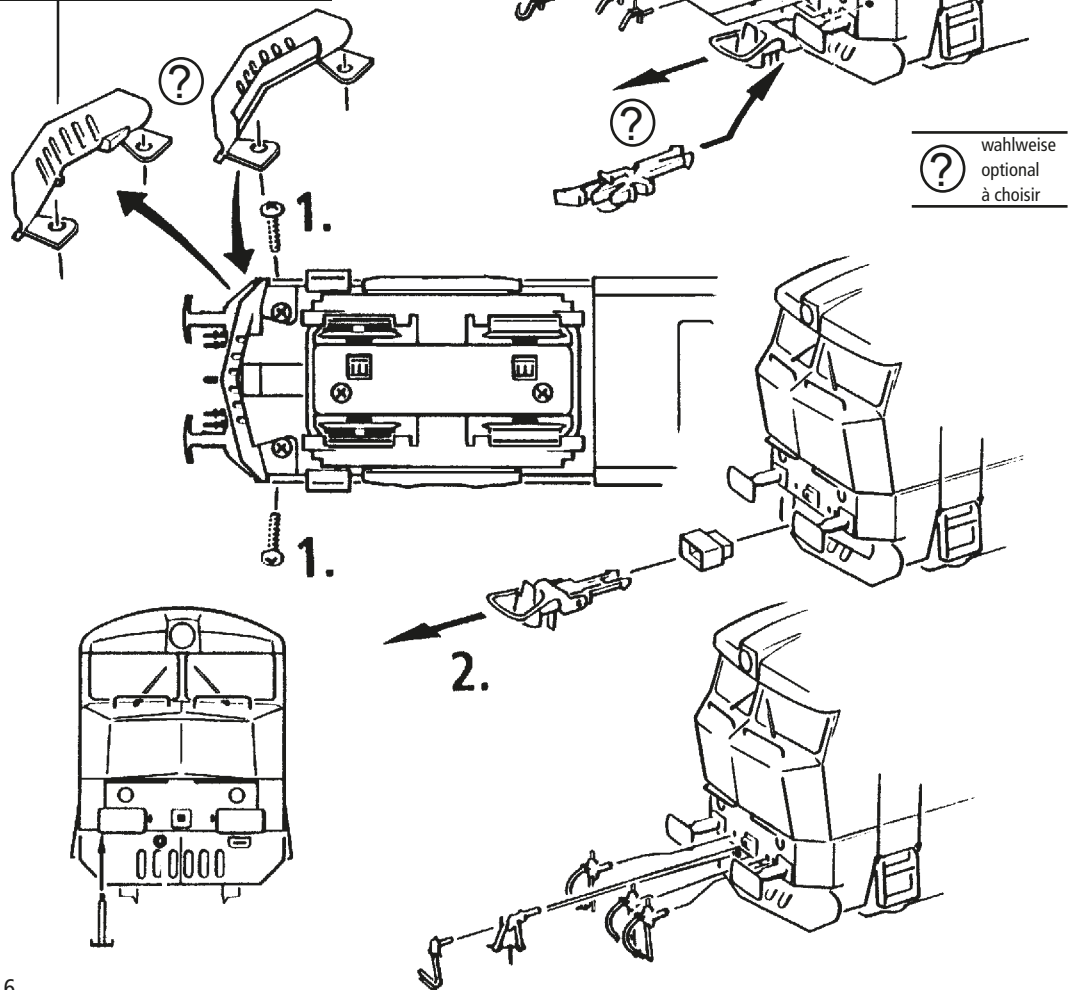
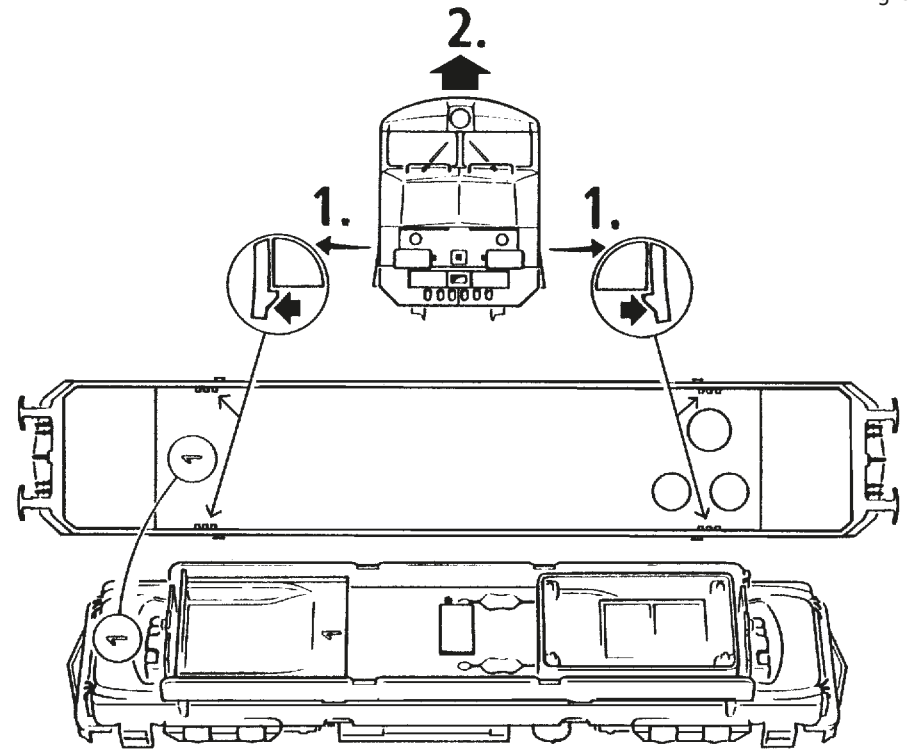

Fig. 3
Fig. 4
Mehrzugbetrieb: Zuerst Lokgehäuse abnehmen (Fig. 3). Danach den Brückenstecker aus der Schnittstelle entfernen (diesen sorgsam aufbewahren). Danach den Stecker des Steuerbausteins lagerichtig einsetzen (siehe Fig. 4).
2. Schmierung: Versehen Sie die im Schmierplan in Fig. 5 gekennzeichneten Stellen mit nur **kleinen Öltropfen**. Dazu zuerst das Lokgehäuse abnehmen (Fig. 3). Wir empfehlen den ROCO **Öler Art.-Nr. 10906**. Fürs Schmieren der Getriebeteile (Zahnräder, Schnecke) empfehlen wir das **ROCO-Spezialfett Art.-Nr. 10905**. Im Falle der Schmierung diese Teile **nicht ölen**.
4. Kohlebürstenwechsel: Lokgehäuse abnehmen (Fig. 3). Danach wird der Motor ausgebaut und die Kohlebürsten ausgewechselt (Fig. 8).
Running in digital mode: Remove the jumper from the interface. Finally put the plug of the chip into the interface as shown in fig. 4.
2. Lubrication: Apply **tiny oil drops** to spots marked in fig. 5. Prior to lubrication dismantle locomotive (fig. 3). We recommend using item no. **10906, ROCO oiler**. For lubrication the gearparts (e.g. cogwheels, worm) we would recommended our ROCO **special grease** (item no. **10905**).
4. Carbon Brush Changing: First remove loco body (fig. 3), and then the motor (fig. 8).
Enlevez la fiche de shuntage de l'interface (à conserver!) et enfichez finalement la fiche du module de télécommande aux prises de l'interface. Veillez à la position correcte de la fiche (voir fig. 4).
2. Graissage: N'appliquez **qu'une toute petite goutte** aux endroits indiqués par le plan de graissage (fig. 5) après avoir démonté la caisse de la locomotive (fig. 3). Nous vous recommandons **le graisseur à huile ROCO réf. 10906**. Pour graisser les engrenages (roues dentées, vis sans fin) nous vous conseillons la **graisse spéciale ROCO réf. 10905** pour engrenages en matières synthétiques. Lorsque vous utilisez cette graisse il faut éviter d'huiler ces composants.
4. Remplacement des balais du moteur: Démontez la caisse (voir fig. 3). Démontez ensuite le moteur et échangez le balais (fig. 8).
voir } Fig.3